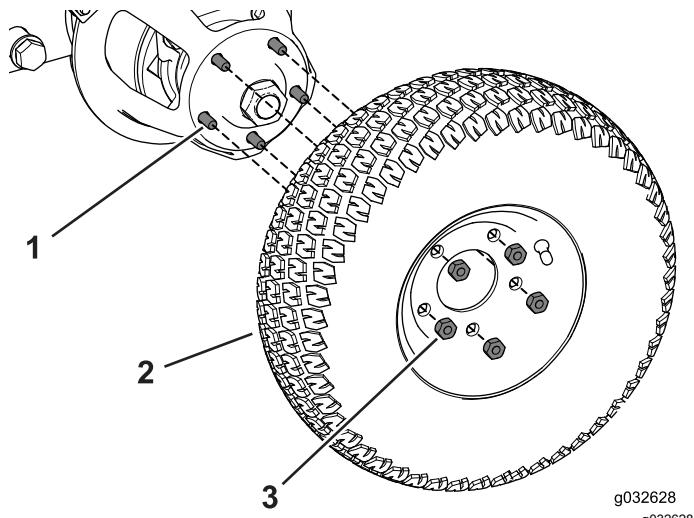

Bild 83
1. Montieren Sie das Rad an der Radnabe (Bild 83).
2. Ziehen Sie die Radmuttern an, um die Räder am Rahmen zu befestigen (Bild 83).